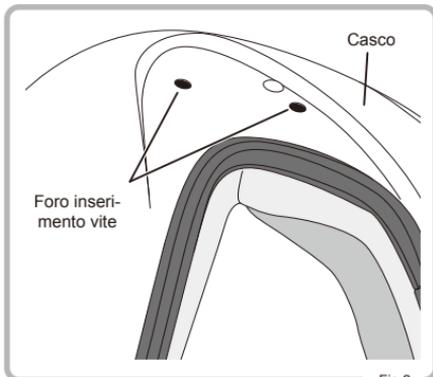

Fig. 2
- ② Collocare il dente d'arresto visiera nella cavità posta sul lato del casco e allineare i fori di montaggio sul dente d'arresto visiera con i fori di montaggio sul casco. (Fig. 2).